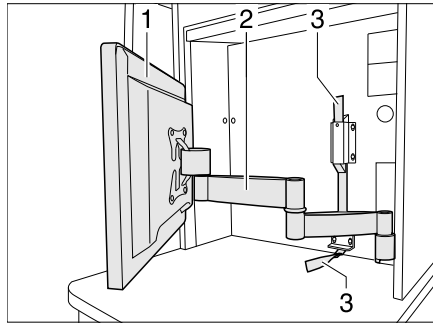

Bild 83 Flachbildschirm mit Gelenkarm
- Am Textilband (Bild 83,3) ziehen, um den Gelenkarm (Bild 83,2) zu entriegeln.
- Flachbildschirm (Bild 83,1) in die gewünschte Position schwenken.